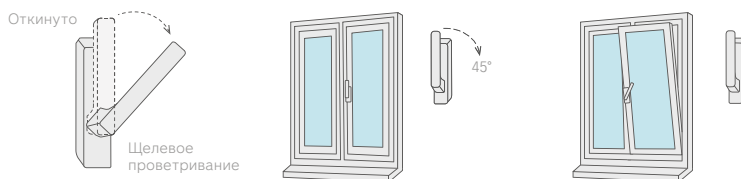

Рис. 3
5. Для перевода створки в положение «Проветривание» ручку поворачивают из положения «Откинута» в положение «Проветривание» на 45 градусов (см. Рис. 3) При этом створка окна (после небольшого поворота относительно нижней горизонтальной оси) фиксируется, будучи неплотно прижатой к раме окна вверху. Зазор между рамой окна и створкой (в верхней части) в данном режиме может составлять от 5 до 10 мм и регулируется небольшим поворотом ручки (щелевой режим).